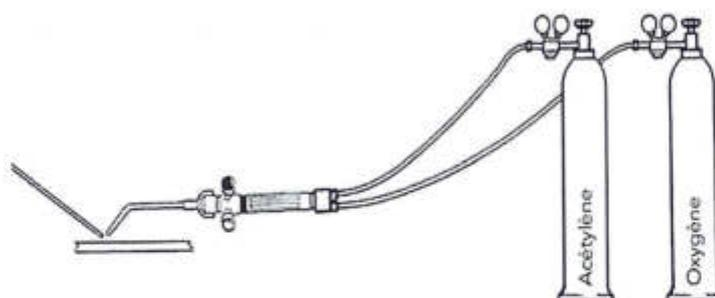

Figure 13 : Matériel de soudage au gaz.
- Indentation, par pénétration de l'électrode, des faces externes de l'assemblage, Figure 13.